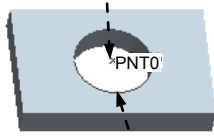

图 5.19.25 过中心点创建基准点
如图 5.19.25 所示，现需要在模型上表面的孔的圆心处创建一个基准点 PNT1，操作步骤如下。
Step3. 如图 5.19.25 所示，选取模型上表面的孔边线。